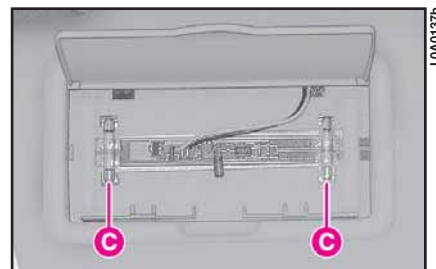

fig. 39
3) Enlever les ampoules **C** (**fig. 39**) en les dégageant des contacts latéraux et les remplacer.